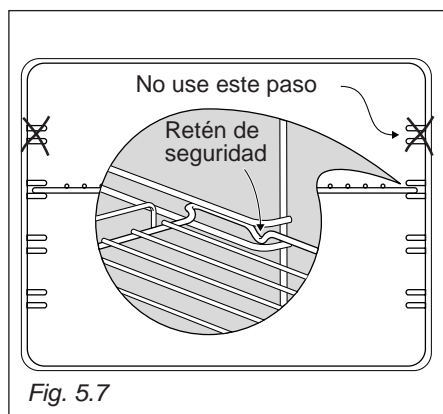

Fig. 5.7
- Haga deslizar sobre las guías, la parrilla, etc. (fig. 5.7).